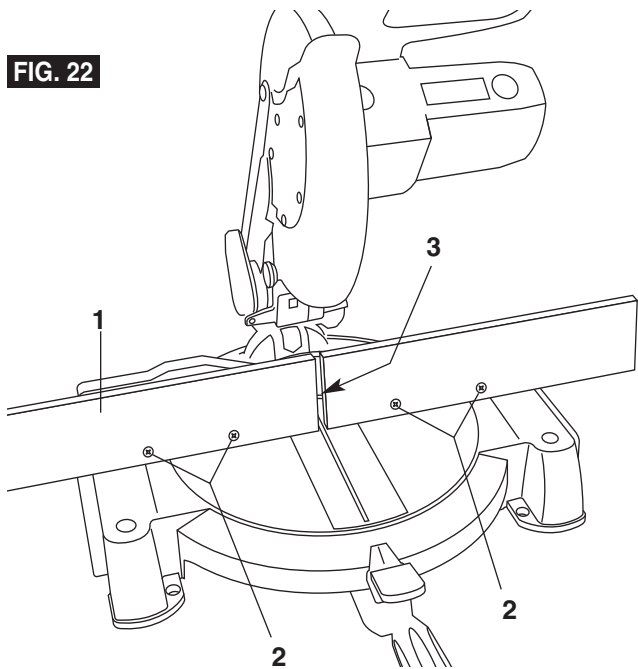

FIG. 22
1. Place a piece of wood **1** against the miter saw fence (Figure 22). (Wood can have a maximum height as high as the fence on the left. For the right side, check that head assembly does not interfere with auxiliary fence.)
4. Attach the auxiliary fence using four (4) flat head machine screws **2**. Make a full depth cut to create the blade slot **3**. Check for interference between the auxiliary fence and the lower blade guard. Make adjustments as necessary.
1. Placez une pièce de bois **3** contre le guide de la scie à onglet (Figure 22). (Le bois peut avoir une hauteur maximum aussi grande que le guide à gauche. Pour le côté droit, assurez-vous que la tête ne gêne pas le guide auxiliaire.)
4. Fixez le guide auxiliaire à l'aide de quatre (4) vis à tête plate **4**. Pratiquez une coupe de profondeur normale pour créer la fente à lame **5**. Vérifiez s'il y a interférence entre le guide auxiliaire et le protecteur inférieur de lame. Faites des ajustements au besoin.